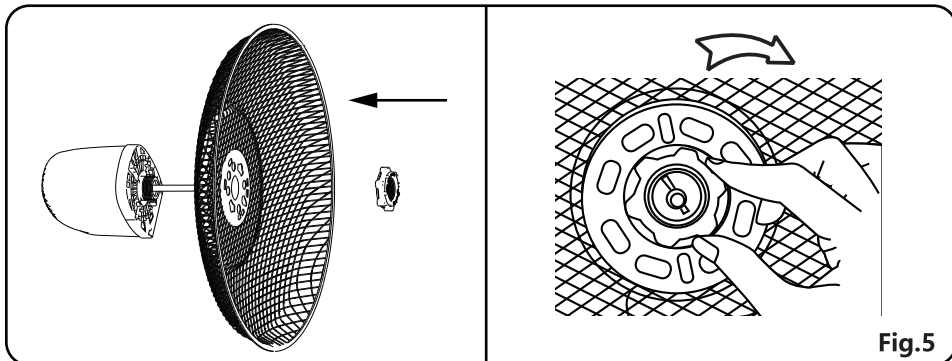

Fig.5
1. Dévissez le cône et l'écrou de montage de la grille et retirez-les. Fixez la grille arrière au moteur, assurez-vous que la poignée est sur le dessus. Resserrez ensuite l'écrou dans le sens des aiguilles d'une montre. (Fig. 5)